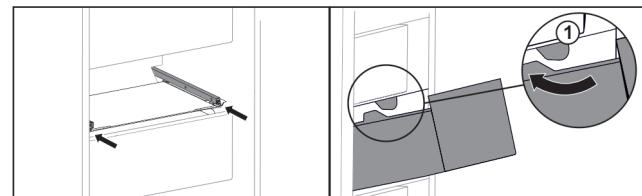

Fig. 100
- Vedte zásuvku podél zarážek Fig. 100 (1).